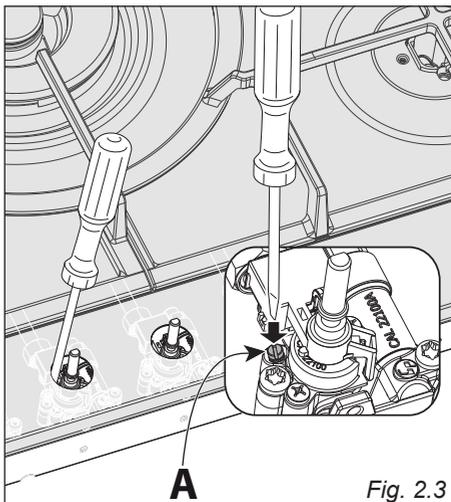

Fig. 2.3
- Tourner la vis "A" jusqu'au réglage correct à l'aide d'un tournevis (fig. 2.3).